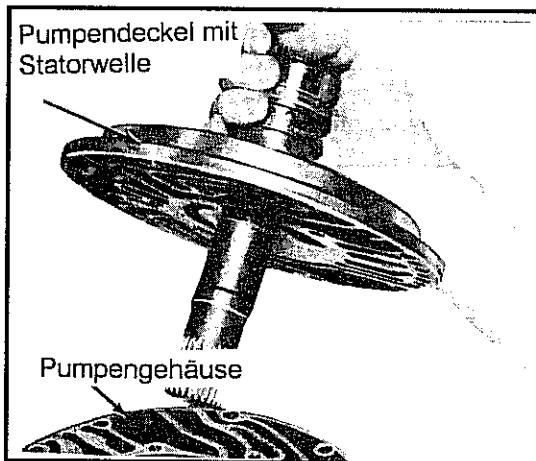

Abb. 10-66 Entfernen des Pumpendeckels
- Wie in Abb. 10-66 dargestellt, den Haltering mit Druckfedern und die Baugruppe des Betätigungskolbens für Kupplung 2. Gang entfernen.
- Den Pumpendeckel und die Statorwelle vom Pumpengehäuse trennen. Siehe Abb. 10-66.
- Den Pumpendeckel am Pumpengehäuse anbringen. Siehe Abb. 10-66.